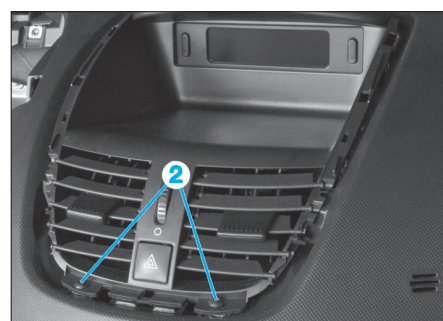

Fig. 10
- Déposer les vis Torx de 20 (2) puis dégrafer l'entourage de l'afficheur central (Fig.10).